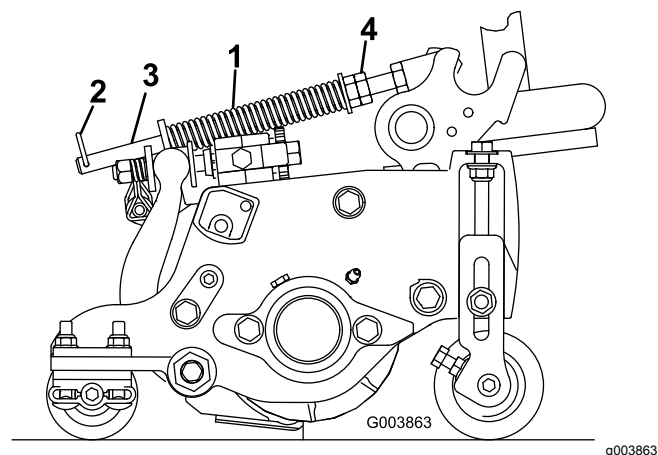

Figure 15
2. Serrez les écrous hexagonaux sur l'extrémité avant de la tige de ressort jusqu'à ce que la longueur du ressort comprimé soit égale à 12,7 cm sur le Reelmaster 5410 à plateaux de coupe de 12,7 cm ou à 15,9 cm sur le Reelmaster 5510 à plateaux de coupe de 17,8 cm (Figure 15).
Le ressort de compensation (Figure 15) transfère aussi le poids du rouleau avant au rouleau arrière. (Cela évite la formation d'ondulations à la surface de la pelouse.)
1. Vérifiez que la goupille fendue est insérée dans le trou de la tige de ressort (Figure 15).